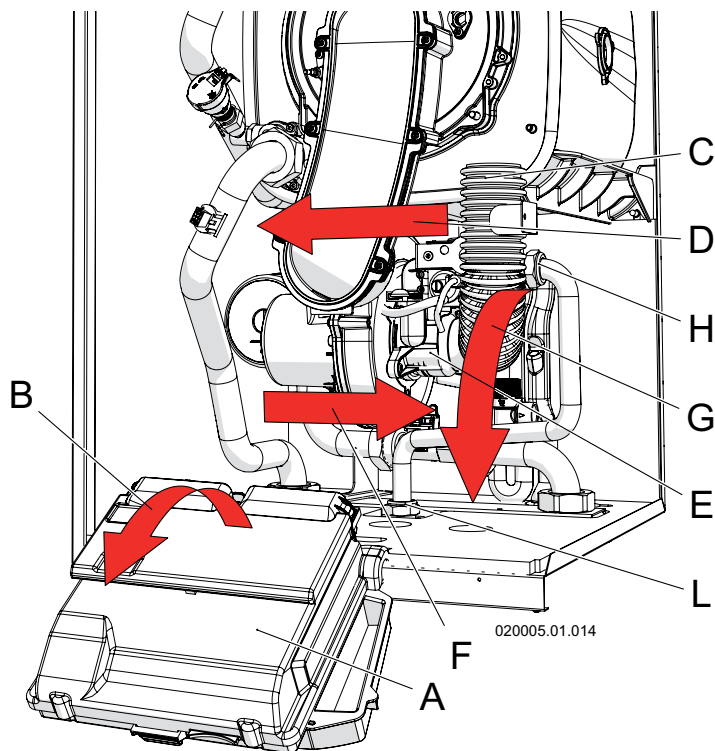

Figure 6-2 - Démontage du collecteur d'air
13. - retirer le collecteur d'air en prenant soin de le faire pivoter à l'extérieur, puis le déboîter de l'entrée du ventilateur (voir la figure 6-2, détail "C");
15. - démonter le conduit d'entrée du gaz au moyen des deux raccords (voir la figure 6-2, détails "H" et "L");
20. - Remonter le conduit d'alimentation du gaz à l'aide des raccords (voir la figure 6-2, détails "H" et "L");
21. - Remonter le collecteur d'air (voir la figure 6-2, détail "C");